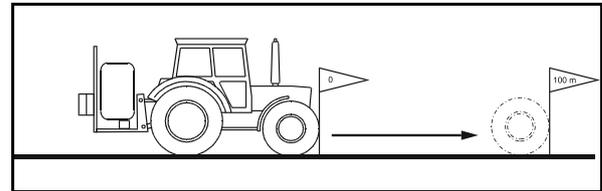

Fig. 31
2. Repérez les points de départ et d'arrivée (Fig. 31).